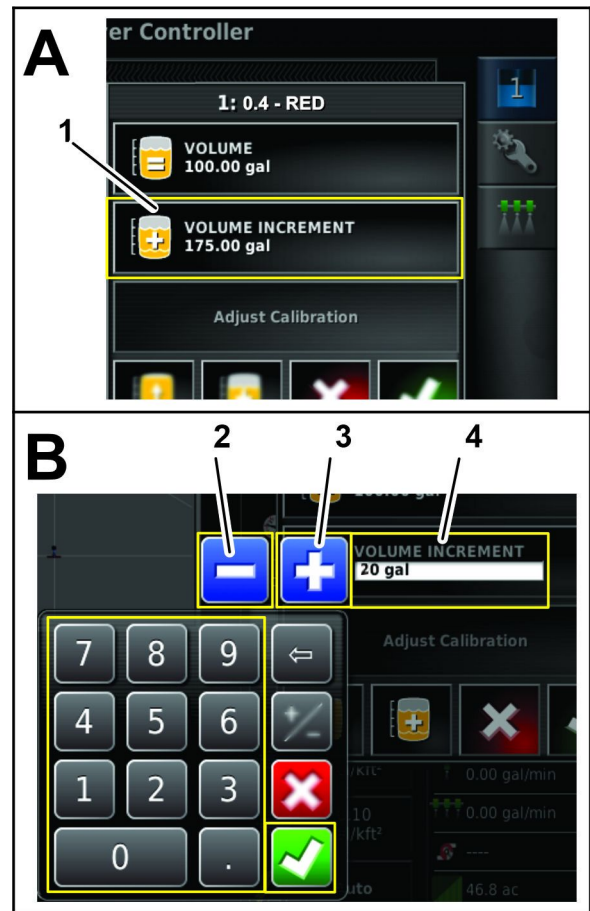

Bild 126
1. Tippen Sie auf das Symbol TANK FÜLLEN (Bild 126).